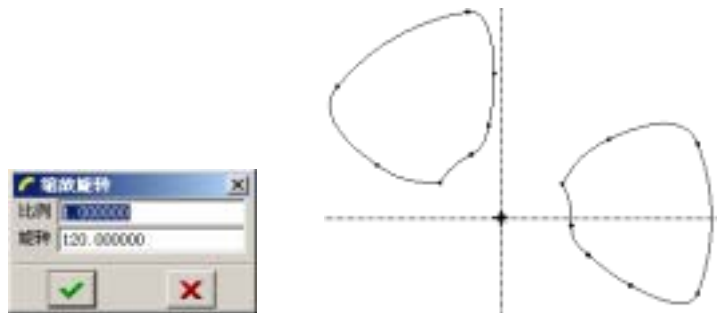

图 3-102 复制粘贴
(11) 单击工具栏中的“切换尺寸显示的开/关”按钮,将尺寸隐藏。再单击工具栏中的“切换约束的显示开/关”按钮,将约束图标隐藏。
(12) 选中修剪完后所剩的曲线,通过快捷键 Ctrl+C 将选择的图元复制,再通过快捷键 Ctrl+V 将其粘贴,在绘图区上的合适位置单击,并在弹出的“旋转缩放”对话框中输入旋转的角度 120,移动到合适位置,如图 3-102 所示。